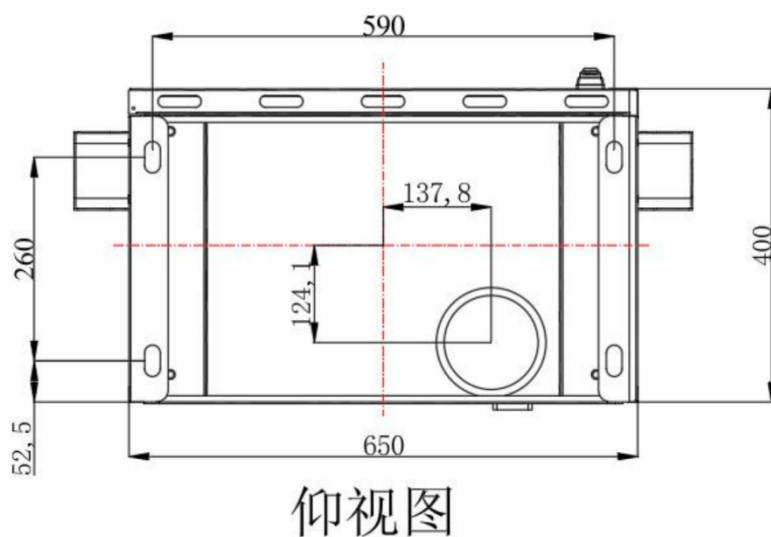
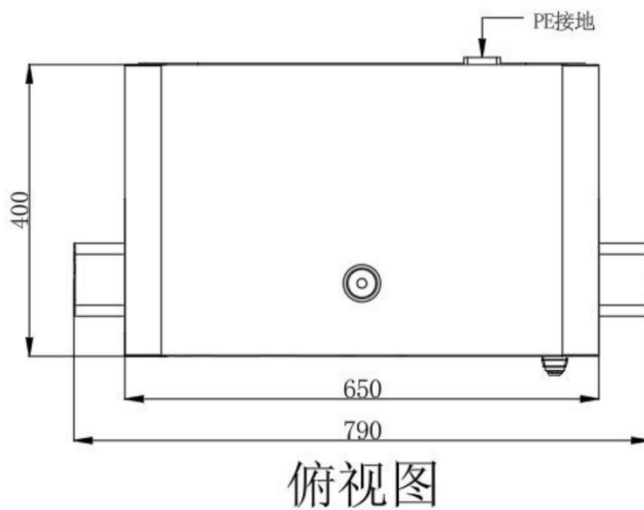

图 3.1 充电机底部固定孔位图
图 3.2 混凝土地基施工平面图
1、系统机柜安装在现场地基上，充电机底部孔位尺寸参照图3.1所示，现场地基施工基座预留M16膨胀螺钉孔，如图3.2所示，地基浇灌如图 3.3所示。